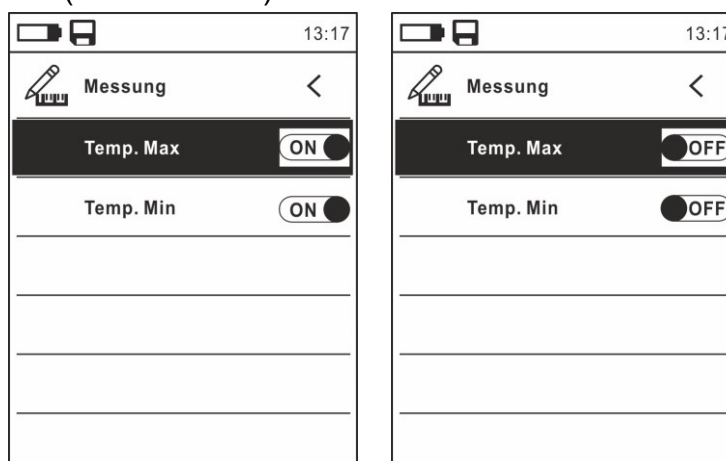

Abb. 11: Menü Messung
9. Wählen Sie den Eintrag "Messung" aus und drücken Sie die Taste oder **▶** zur Aktivierung/Deaktivierung der mit dem "heißesten" oder "kältesten" Punkt im Wärmebild assoziierten Cursor (siehe Abb. 11).